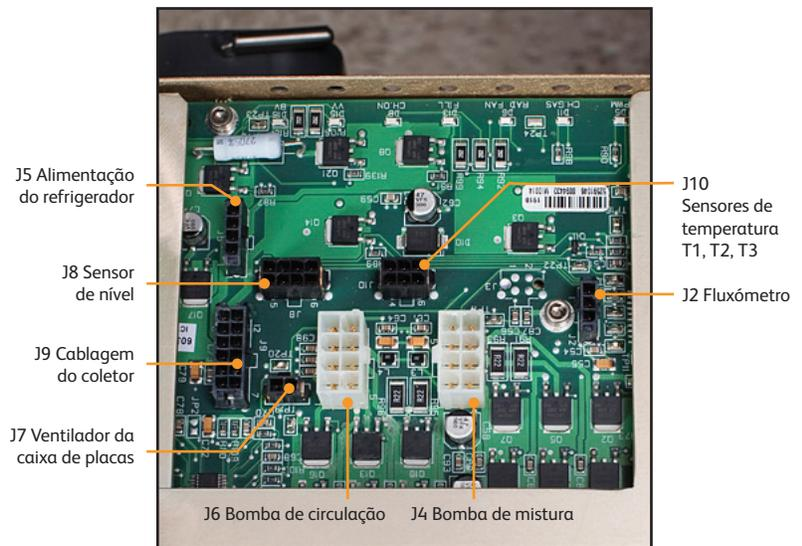

Fig. 8-15 Ligações da Placa do circuito de E/S
1. Desligue cuidadosamente cada um dos oito cabos ligados à placa, libertando cada patilha de bloqueio antes de puxar. Estas ligações são ilustradas na Fig. 8-15.